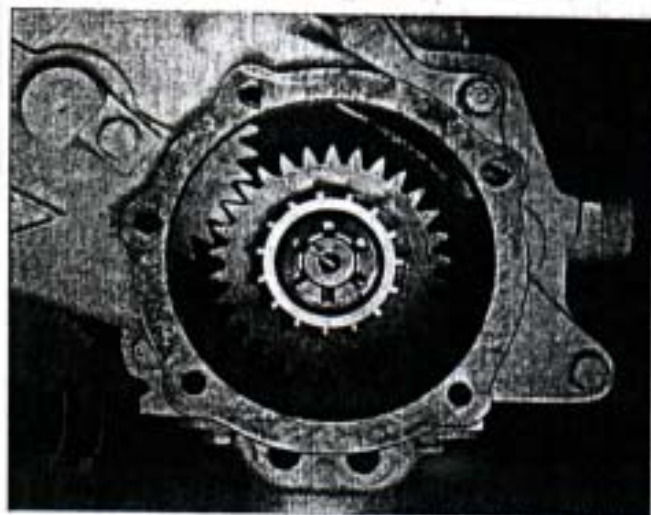

Fig. 179. — Detalle de la instalación del engranaje de mando de la caja de transferencia, acoplado en el engranaje intermedio.
- 23) Montar el engranaje de mando de la caja de transferencia, en el eje principal de la Caja de Velocidades. Colocar la arandela plana, tuerca y chaveta partida (Fig. 179).